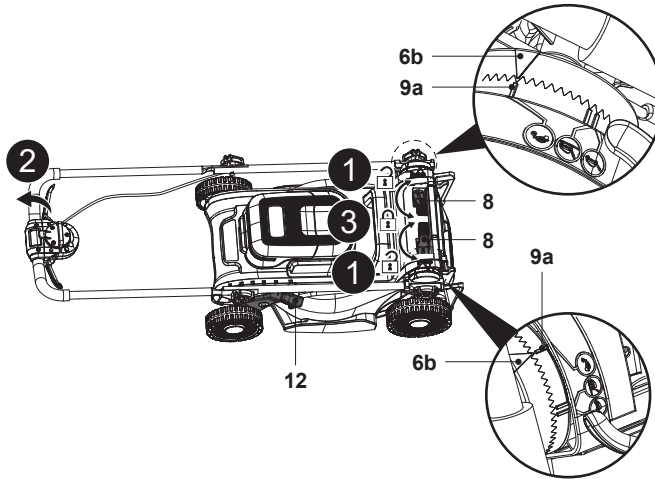

Fig. 23
1. Éteindre la machine et retirer la batterie (24) avant le rangement.
- Retirer le bac de ramassage (7)/l'obturateur mulching (23).
- Desserrer les deux leviers de serrage (8), puis replier complètement l'ensemble de guidon (Fig. 23, étapes 1, 2).
- Fixer les raccords en verrouillant les deux leviers de serrage (8) et s'assurer que le triangle de repère (6b) est aligné sur l'indicateur de stationnement (9a) afin d'éviter toute dispersion (Fig. 23, étape 3).
8. Il est recommandé de ranger la tondeuse à gazon avec le bac de ramassage (7) accroché à la tondeuse et l'obturateur mulching (23) installé dans la tondeuse (Fig. 23).